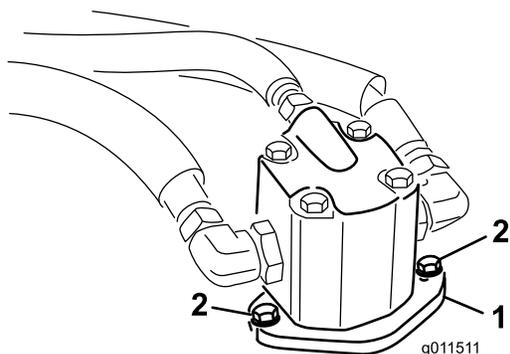

Figura 70
4. Togliete i bulloni che fissano il motore idraulico all'apparato di taglio (Figura 70). Togliete il motore e appoggiatelo sopra l'apparato di taglio.